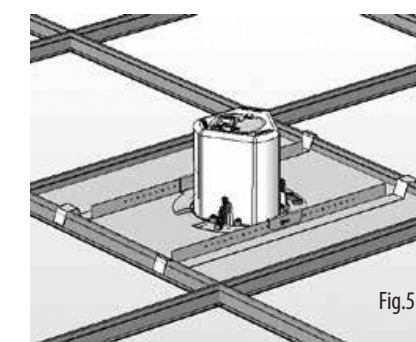

Fig.5
4. Skjut in kakelpanelen tillbaka i undertaket. Kakelbroändarna kommer att fånga över räcken och stödja högtalarens vikt. (Bild 5)